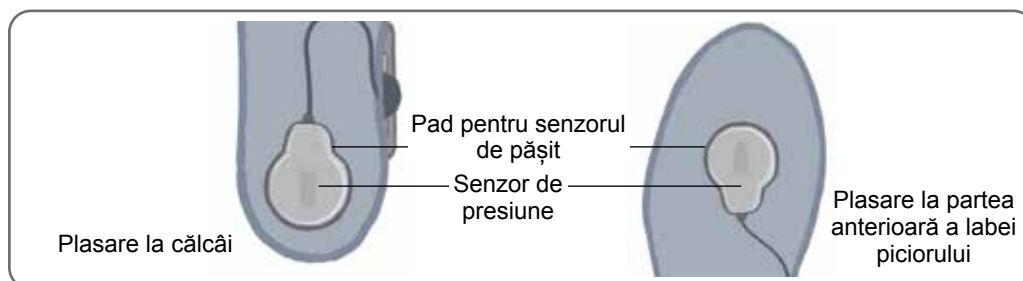

Figura 8-13: Poziționarea senzorului pentru picior în încălțăminte
4. Pentru plasarea la călcâi, îndreptați firul senzorului pentru picior către vârful încălțăminte. Pentru plasarea la partea anterioară a labei piciorului, îndreptați firul senzorului pentru picior către partea din spate a încălțăminte. Atașați senzorul de presiune la padul pentru senzorul pentru picior. Consultați Figura 8-13.